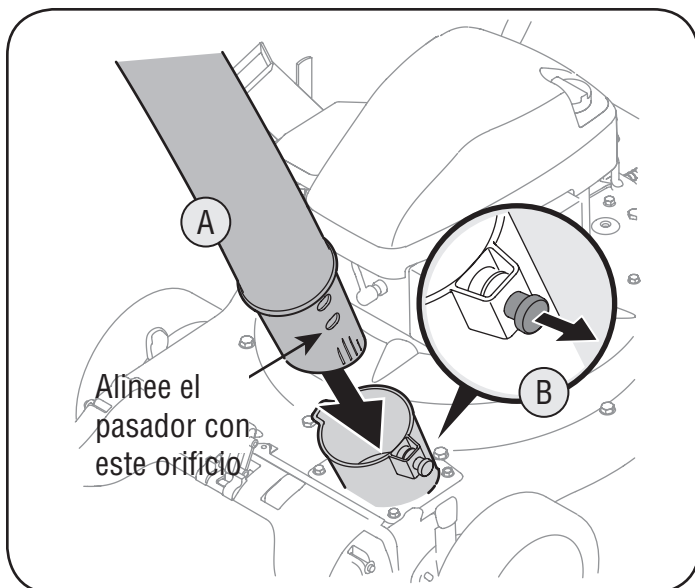

Figura 5
- a. Deslice el adaptador para manguera del montaje de la misma hacia el interior del adaptador base ubicado a la izquierda y al frente de la aspiradora para patios. Vea la figura 5.